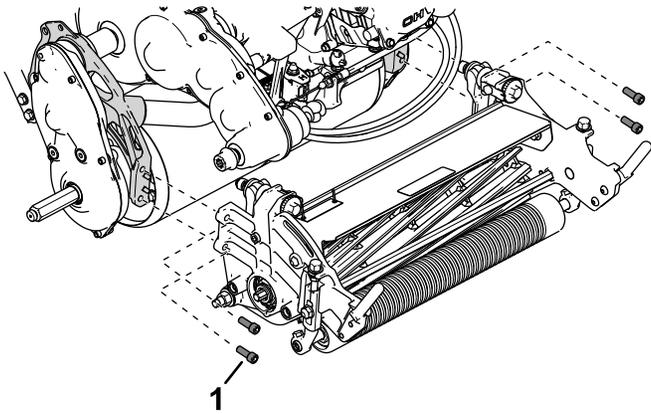

図 45
5. ソケットヘッドねじ4本でカッティングユニットをフレームに固定する 図 45。